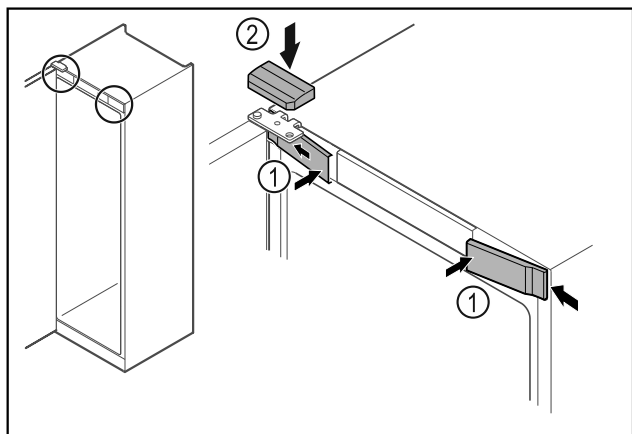

Fig. 62
- ▶ Acroșați apărătorile frontale Fig. 62 (1) lateral și fixați-le în poziție.
- ▶ Fixați în poziție apărătoarea superioară Fig. 62 (2) de sus.